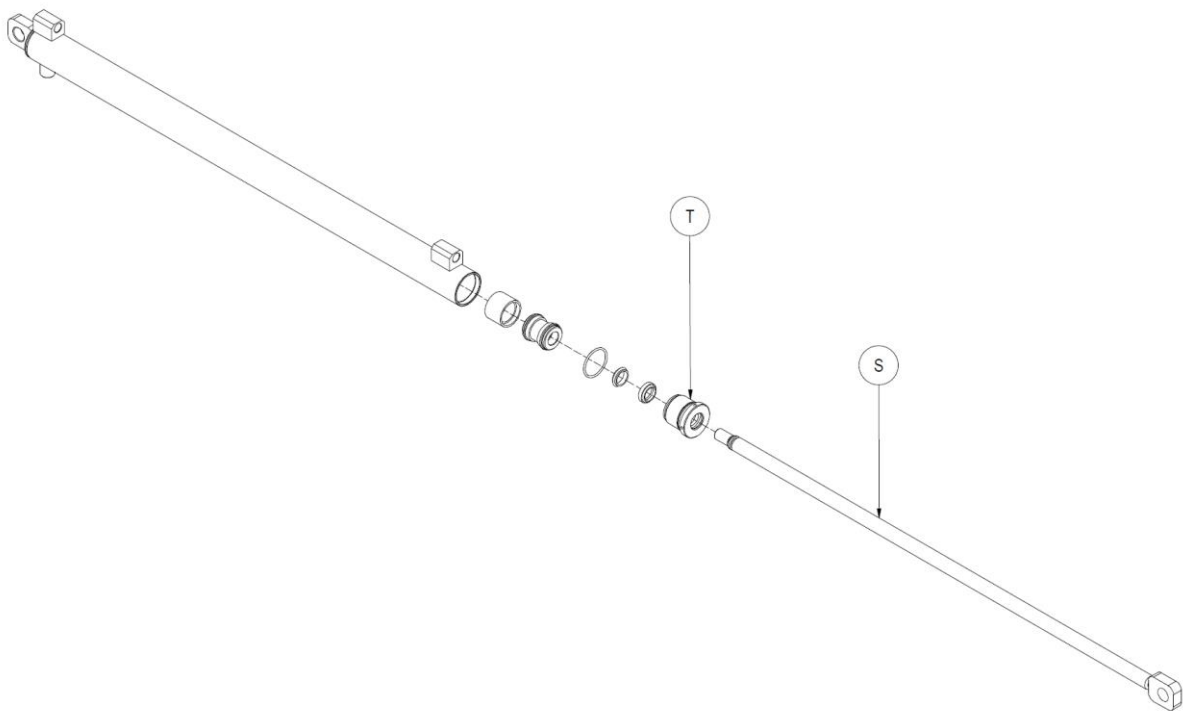

Figura 36
8. Prendere come riferimento la *Figura 36*.